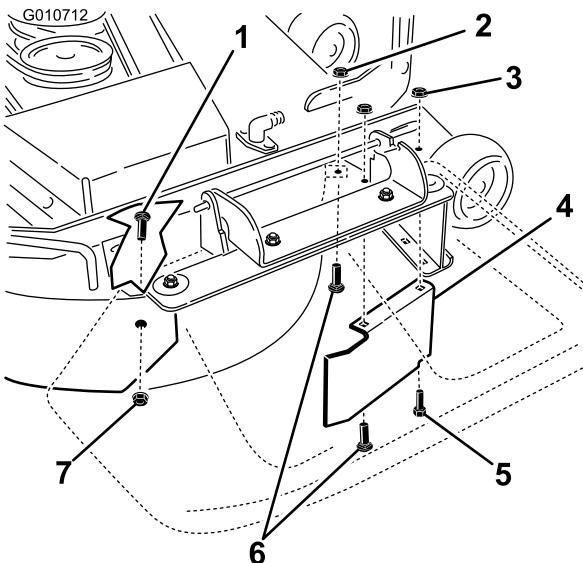

Figura 37
9. Rimovete il bullone a testa tonda (5/16 x 3/4 poll.) e il dado di bloccaggio (5/16 poll.) che fissano il deflettore al lato posteriore del piatto di taglio (Figura 37).
13. Montate gli elementi di fissaggio rimossi in precedenza nei fori anteriori nella piastra di scarico e del foro anteriore del piatto di taglio (Figura 37).